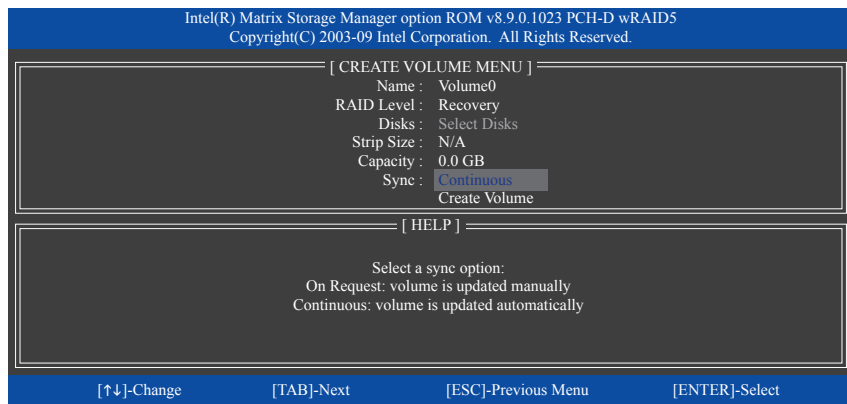

図11
**Sync (同期)** の下で、**Continuous (連続)** または **On Request (要求に応じて)** を選択します (図11)。**Continuous (連続)** に設定されているとき、両方のハードドライブがシステムの取り付けられていれば、マスタドライブのデータを変更するとその変更はリカバリドライブに自動的にかつ連続してコピーされます。**On Request (要求に応じて)** では、オペレーティングシステムのIntel Matrix Storage Consoleの**Update Volume (ボリュームの更新)** 機能を使用してマスタドライブからリカバリドライブに手動でデータを更新できます。**On Request (要求に応じて)** では、マスタドライブを以前の状態で復元することもできます。